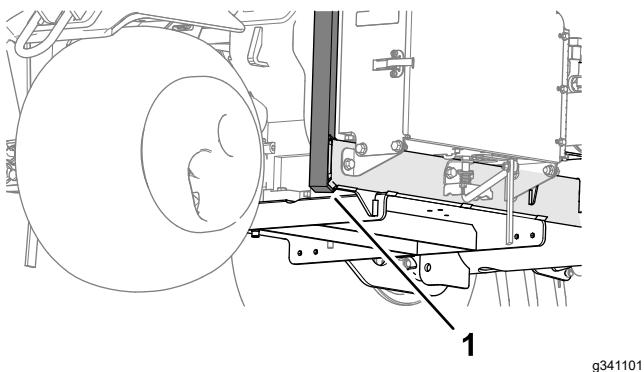

Figura 127
3. Coloque el gato firmemente debajo del brazo de soporte de la rueda delantera (Figura 127).